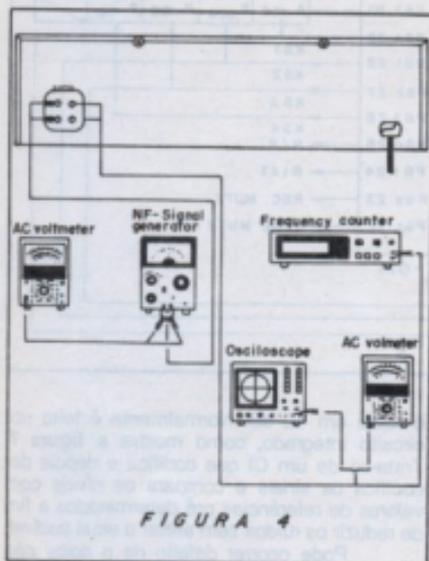

FIGURA 4
Para efetuar o ajuste correto das velocidades deve se reproduzir a fita K-7 com sinal de 3KHz e ajustar VR1 e VR2 para obter leitura de 3KHz com o freqüencímetro na saída (figura 4).
VR3 e VR4 ajustam a corrente de Bias. Para este ajuste, proceda da seguinte forma: Grave alternadamente um sinal de 1KHz e 10KHz e ajuste VR3 (L) e VR4 (R) para se obter um idêntico nível na reprodução. Ambos canais devem ter mesma amplitude no osciloscópio (veja instalação de instrumentos na figura 4).